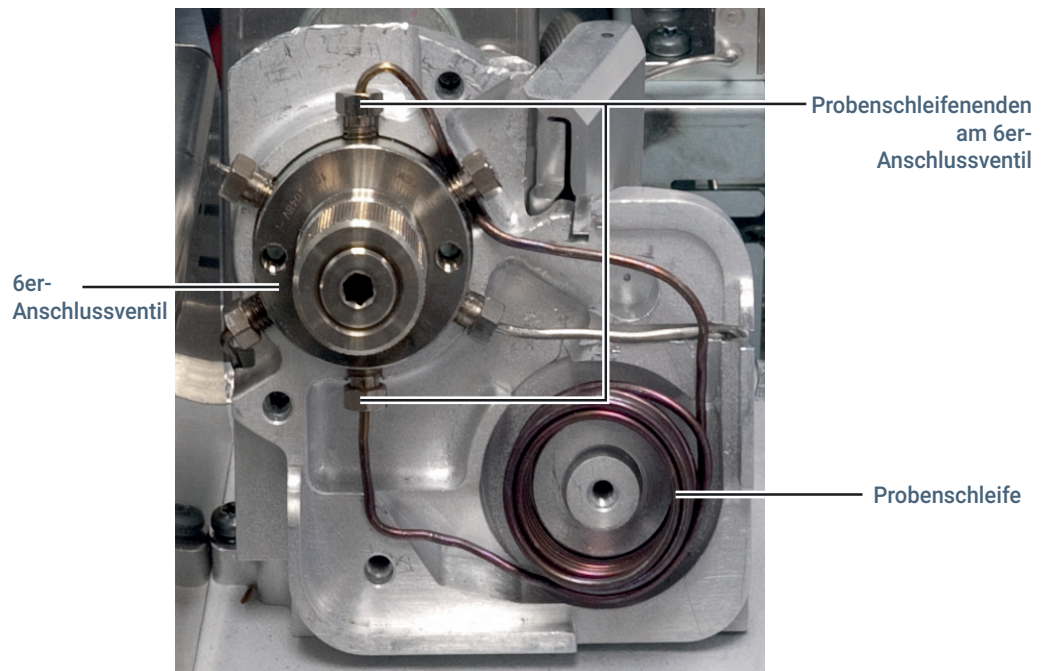

Abb.19. Trennen Sie die Probenschleife vom 6er-Anschlussventil
- 7 Trennen Sie mit einem 1/4-Zoll-Gabelschlüssel die Enden der Probenschleife vom 6er-Anschlussventil (**Abbildung 19**).
- 9 Nehmen Sie die Probenschleife ab (**Abbildung 19**). Ziehen Sie die gelöste Probenschleifenarmatur gerade so weit heraus, dass Sie die Probenschleifenleitung darunter einführen können.